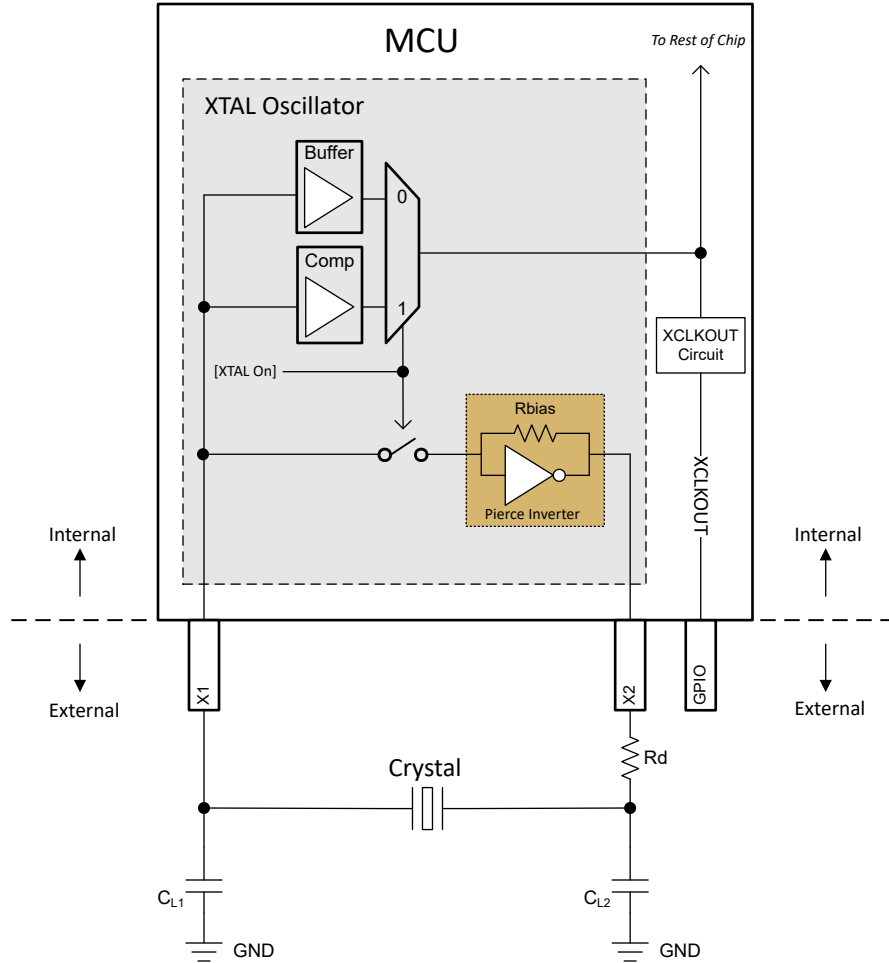

图 6-16. 电子振荡器方框图
该器件中的电子振荡器是皮尔斯振荡器。它是一个正反馈逆变器电路，需要一个调优电路才能振荡。当这个振荡器与一个兼容的晶体配对时，会形成振荡电路。该振荡电路在晶体的基频处振荡。在该器件上，由于分流电容器 (C0) 和所需的负载电容器 (CL)，振荡器被设计成在并联谐振模式下运行。图 6-16 所示为电子振荡器和振荡电路的元件。
根据图 6-16，CL1 和 CL2 是串联的；因此，要找到晶体看到的等效总电容，必须应用电容串联公式：如果 CL1 = CL2，只需计算 [CL1]/2 即可。